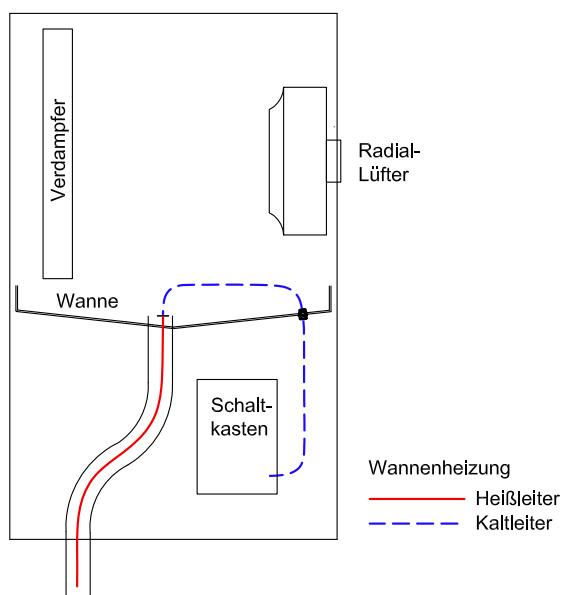

Abb. 1.9:
- 2) Verlegen Sie die mitgelieferte Kondensatablaufheizung (siehe Abb. 1.9 auf S. 3)